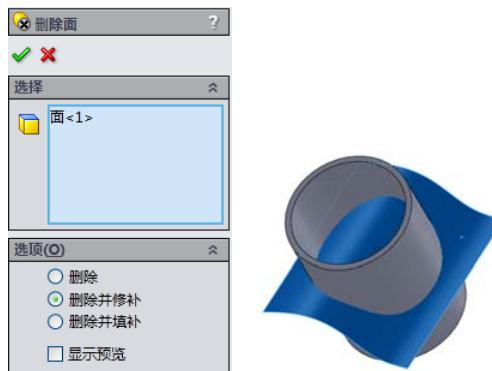

图 6-72 “删除面”属性管理器
- 03 在“删除面”属性管理器中单击“选择”栏中  图标右侧的显示框，然后在图形区域或特征管理器中选择要删除的面。此时，要删除的曲面在该显示框中显示，如图 6-72 所示。